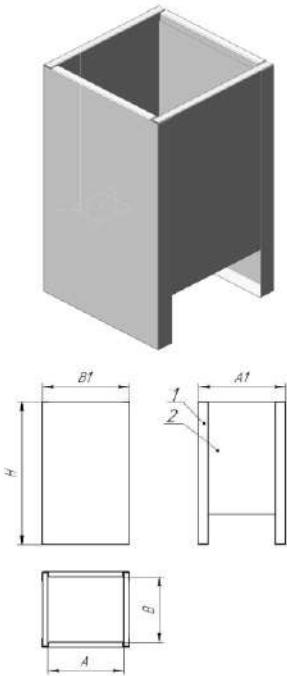

Рис. 1
- Подставка под огнетушитель состоит из двух боковин 1 и корпуса 2 (рис. 1). Подставка не имеет подвижных частей.